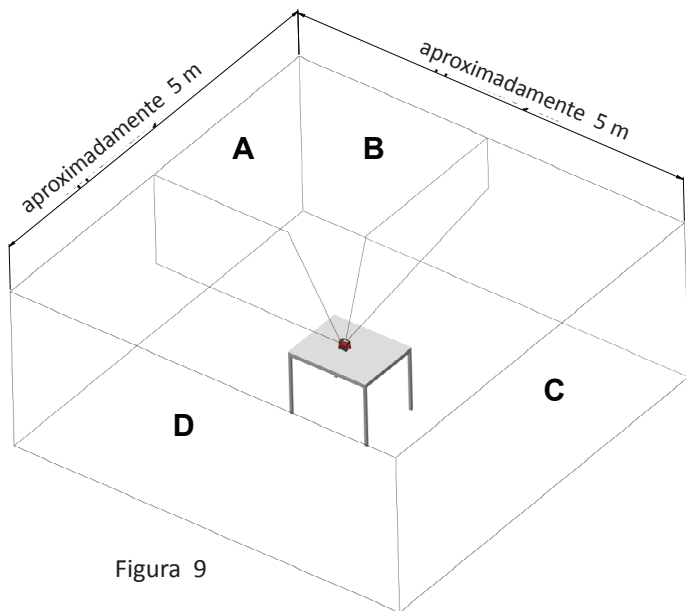

Figura 9
- 2) Desbloquee el péndulo, y pulse el botón **V/H** 4 veces para proyectar los rayos verticales hacia adelante y los laterales (ver la figura 9)